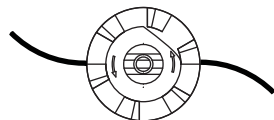

Fig. 22
- Déroulez l'ancienne ligne de la bobine et retirez-la du trou central de la bobine. (Fig. 22)